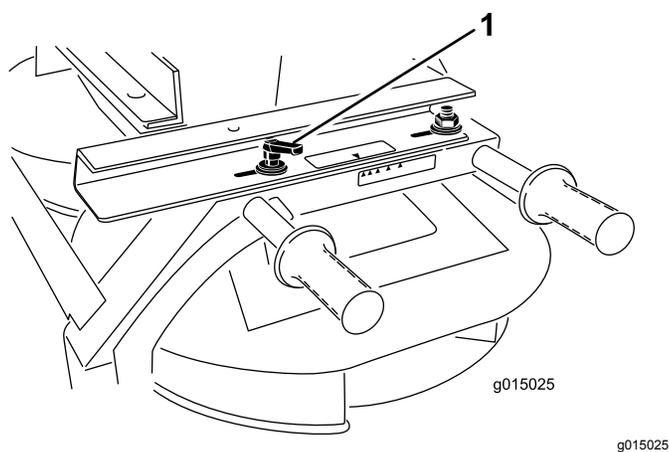

図 44
1. ツインスピナーの左右にあるハンドルをゆるめる 図 44。